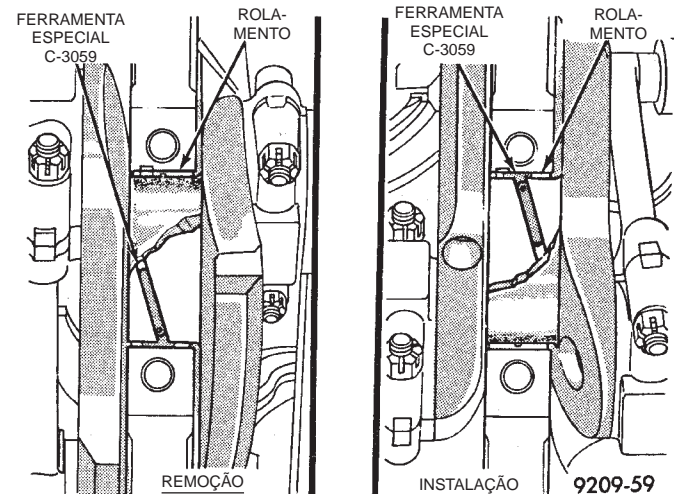

Fig. 49 Remoção e Instalação do Rolamento Principal Superior com a Ferramenta C-3059
- (1) Remova o cárter de óleo.
- (2) Remova a bomba de óleo da tampa de rolamento principal traseiro.
- (3) Identifique as tampas de rolamento antes da remoção. Remova as tampas de rolamento uma de cada vez.
- (4) Remova a metade superior do rolamento inserindo a Ferramenta do Removedor/Instalador do Rolamento Principal do Eixo de Manivelas C-3059 no orifício de óleo do eixo de manivelas (Fig. 49).
- (5) Gire lentamente o eixo de manivelas no sentido horário, forçando para fora a metade superior da blindagem do rolamento.
- (1) Comece a colocar o rolamento no lugar e insira a Ferramenta do Removedor/Instalador do Rolamento Principal do Eixo de Manivelas C-3059 no orifício de óleo do eixo de manivelas (Fig. 49).
- (2) Gire lentamente o eixo de manivelas no sentido anti-horário deslizando o rolamento na posição adequada. Remova a Ferramenta C-3059.
- (3) Instale as tampas de rolamento. Limpe e lubrifique os parafusos. Aperte as capas dos parafusos com um torque de 115 N·m (85 pés-lb.).
- (4) Instale a bomba de óleo.
- (5) Instale o cárter de óleo.